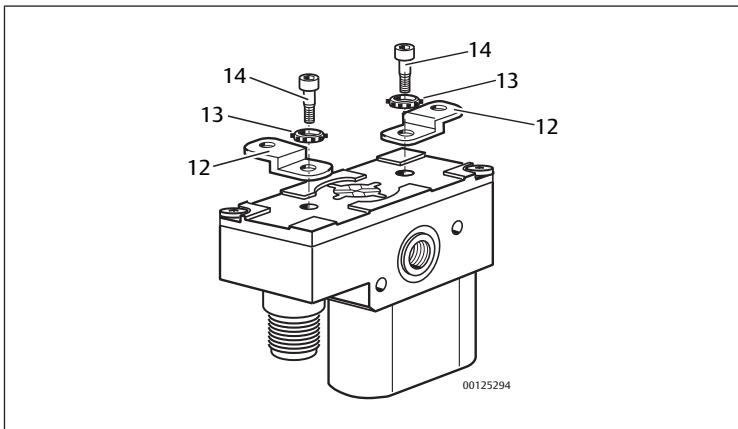

Fig. 2: Montaje con juego de fijación para placa de montaje
- 2 chapas de montaje (12)
- 2 anillos dentados (13)
- 2 tornillos de cabeza cilíndrica (SW 4) (14), par de apriete: 6 Nm
- Monte el juego de fijación para placa de montaje como se representa. Véase → Fig. 2.